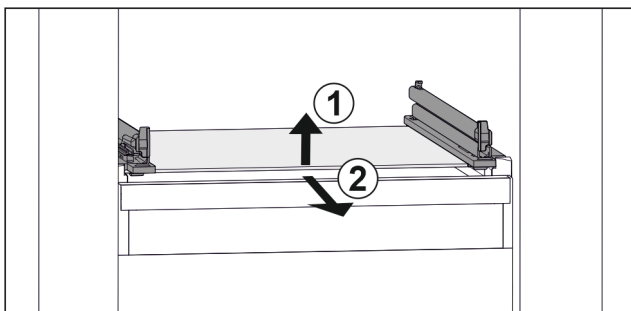

Fig. 38 Приблизне відображення скляної пластини
- Підняти скляну пластину спереду. Fig. 38 (1)
- Вийняти скляну пластину рухом вперед. Fig. 38 (2)